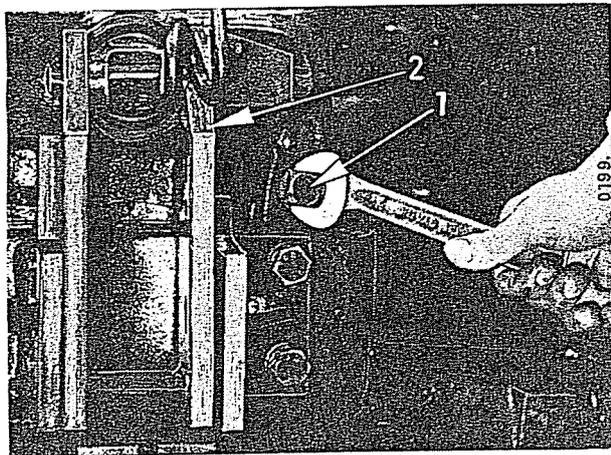

Fig. 59
- Enlevez le bouchon de vidange (1, Fig. 59) et laissez l'huile s'écouler dans un récipient propre, si elle doit être réutilisée. Placez une tôle ou un entonnoir sous l'orifice de vidange pour faciliter l'opération et empêcher la pollution de l'huile.